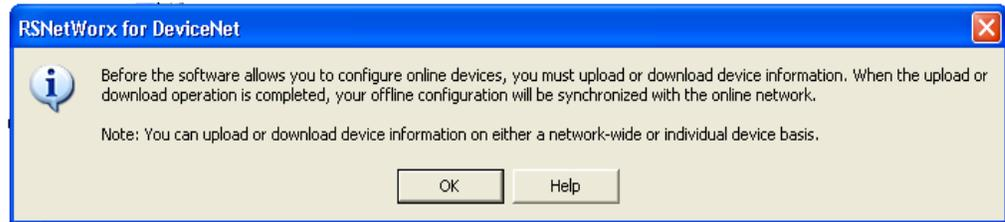

Abbildung 3-13: Bestätigungdialogfeld
3. Klicken Sie auf **OK**, um fortzusetzen. Es erscheint ein Dialogfeld wie in Abbildung 3-13. Je nach verwendeter Softwareversion müssen Sie ggf. ein Upload oder Download durchführen.